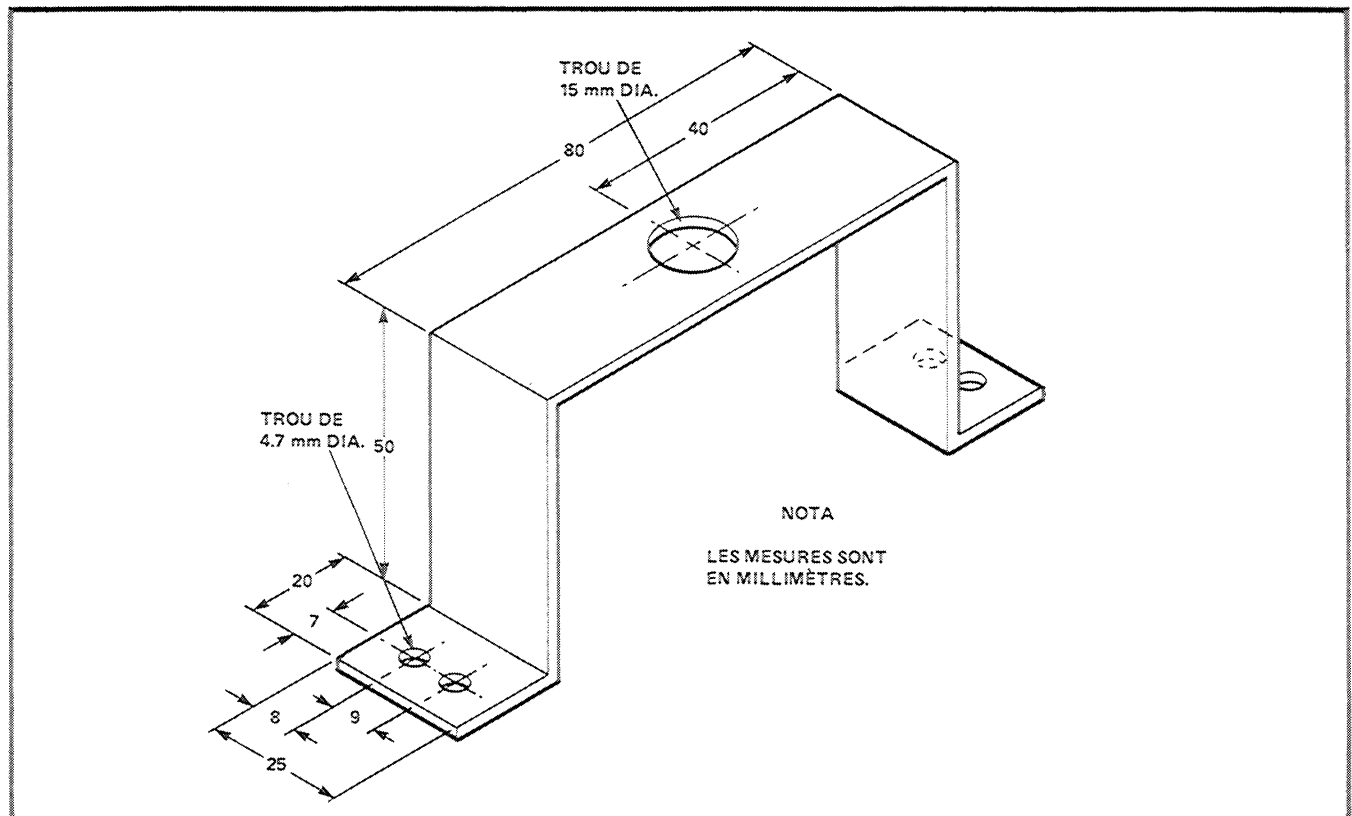

Figure 2 Fabrication du support de l'interrupteur des sirènes
| 10 | Voir figure 2 | Support d'interrupteur | 1 |
9. Pour fabriquer le support de l'interrupteur des sirènes, utiliser de la tôle d'acier NNO 9510-21-663-5051 et la former conformément aux indications de la figure 2. Enduire le support d'apprêt et de peinture kaki avant de l'installer.